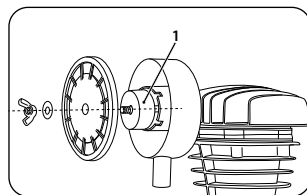

рис. 11
Необходимо снять фильтр (1) поступающего воздуха и заменить или очистить сжатым воздухом фильтрующий элемент (рис. 11).